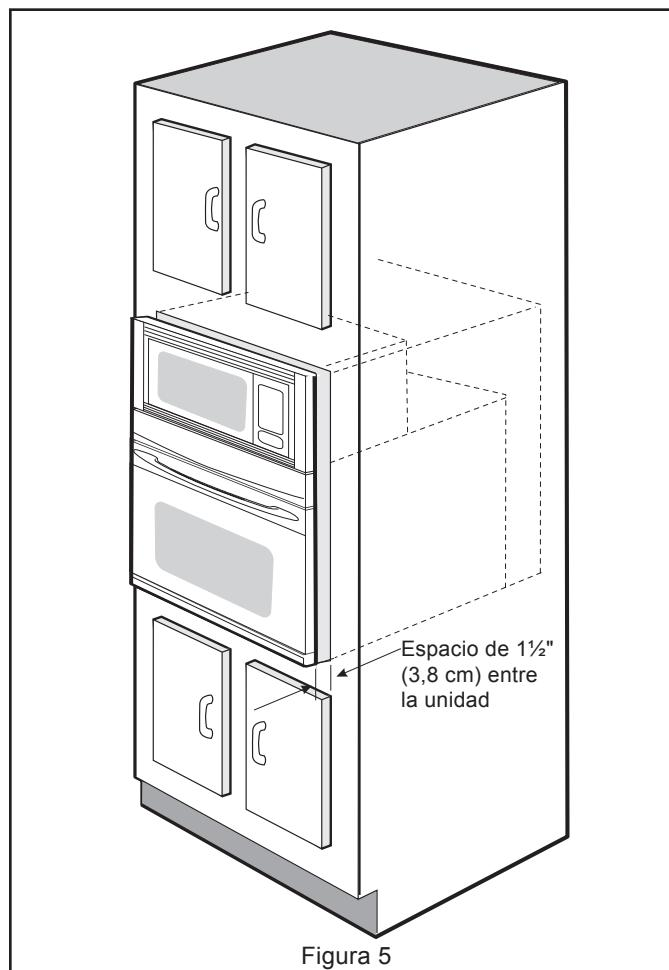

Figura 5
3. Coloque el horno en la abertura del gabinete. Deslice el horno hacia adentro, dejando un espacio de $1\frac{1}{2}$ " (3,8 cm) entre el horno y la parte delantera del gabinete (vea la figura 5).